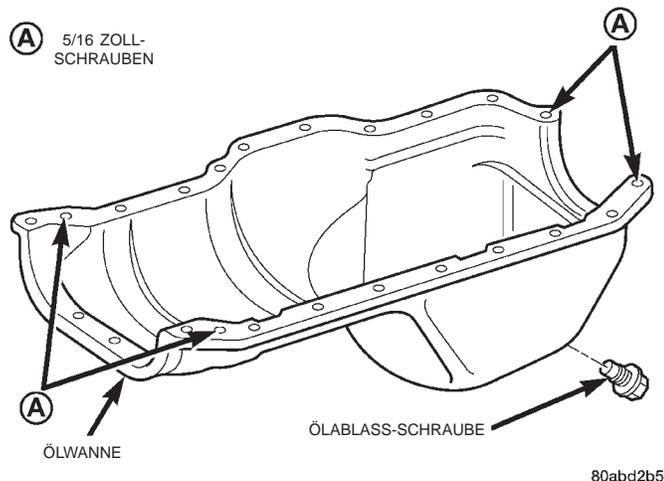

Abb. 61 Anordnung der 5/16 Zoll-Ölwannehalterungen
(5) Die einteilige Dichtung auf Motorblock und Steuerkettendeckel auflegen.
(6) Ölwanne über die Bolzen auf die Dichtung aufsetzen.
(7) Die 1/4 Zoll-Ölwannehalterungen ansetzen und mit einem Anzugsmoment von 9,5 N·m (84 in. lbs.) anziehen. Die 5/16 Zoll-Ölwannehalterungen ansetzen (Abb. 61) und mit einem Anzugsmoment von 15 N·m (132 in. lbs.) festziehen.
(8) Zentrierbolzen herausdrehen. Die restlichen 1/4 Zoll-Ölwannehalterungen eindrehen und mit 9,5 N·m (84 in. lbs.) anziehen.
(9) Motor in die Motoraufhängung absenken.
(10) Durchsteckschrauben eindrehen und Muttern anziehen.
(11) Wagenheber ganz absenken und Holzklötzchen wegnehmen.
(12) Deckel der Montageöffnung in der Kupplungs- bzw. Wandlerglocke einsetzen.
(13) Anlasser einbauen.
(14) Auspuffrohr an der Aufhängung und am Auspuffkrümmer montieren.
(15) Getriebeölkühlleitungen (je nach Ausstattung) und Halterungen der Lambda-Sonde (an die Stehbolzen der Ölwanne) einbauen.
(16) Ölablassschraube an der Ölwanne ansetzen (Abb. 61). mit einem Anzugsmoment von 34 N· (25 ft. lbs) festziehen
(17) Fahrzeug absenken.
(18) Batterie-Minuskabel (-) anklemmen.
(19) Vorgeschriebene Motorölmenge einfüllen.